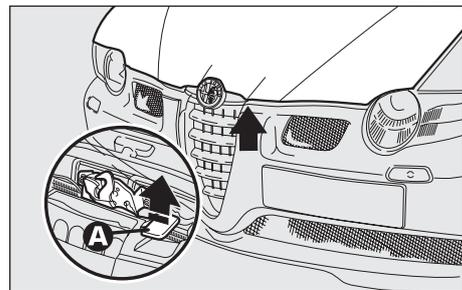

fig. 132
- premere verso l'alto la levetta (A-fig. 132) del dispositivo di sicurezza.